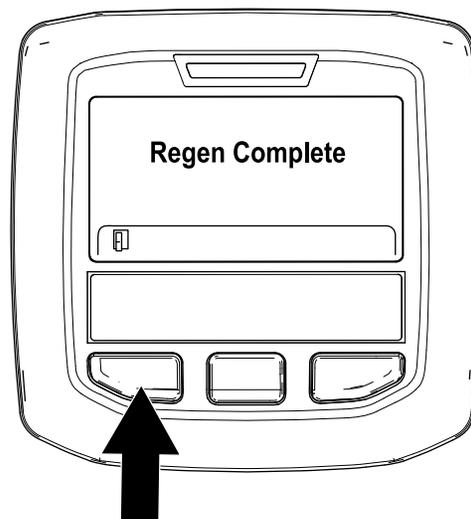

Figura 58
9. La regeneración con la máquina aparcada ha finalizado cuando se muestra el mensaje “Regen Complete” (Regeneración completada) en el InfoCenter. Pulse el botón de la izquierda para salir a la pantalla de inicio (Figura 58).